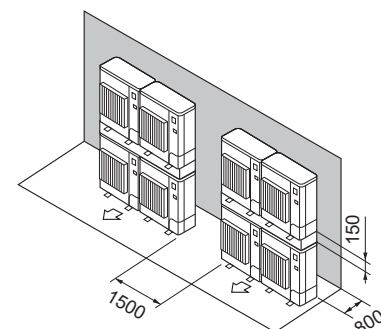

Fig. 2-19
- (7) Disposizione unità sovrapposte (Fig. 2-19)